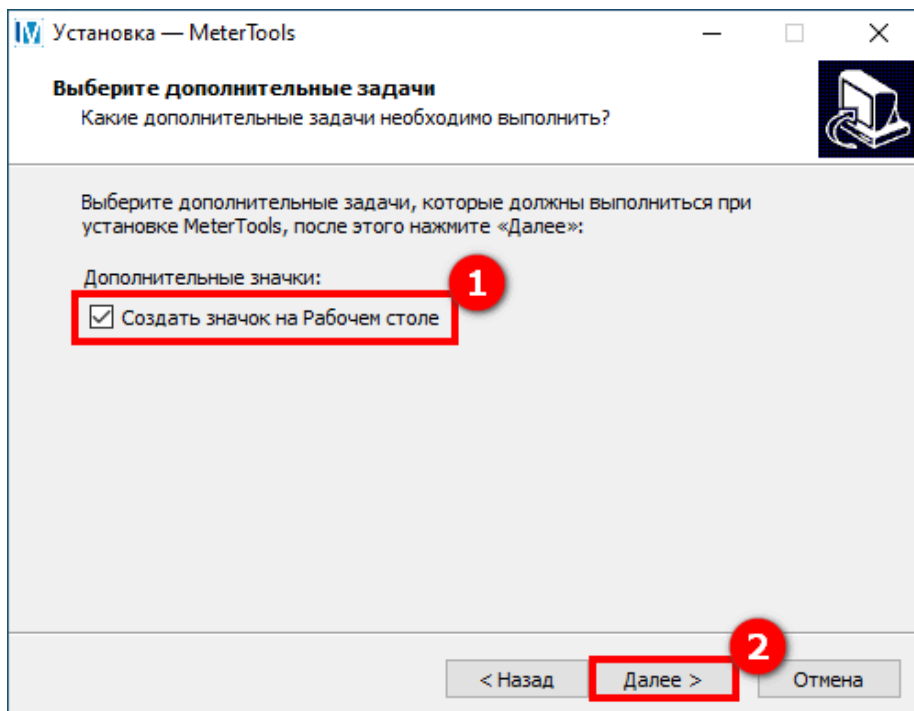

Рисунок 5 – Окно установки MeterTools
- цифры в круглых скобках в тексте перед наименованием рисунка, например: (1) (см. рисунок 5), означают порядковый номер шага на рисунке при выполнении того или иного действия, при этом номер рисунка указывается один раз и все последующие шаги относятся к данному рисунку, если нет ссылки на следующий.
По умолчанию Мастер установки создаст ярлык программы на Рабочем столе. В случае отсутствия необходимости в создании ярлыка программы на Рабочем столе – снимаем соответствующую отметку (1) (см. рисунок 5). Нажимаем кнопку **Далее** (2).